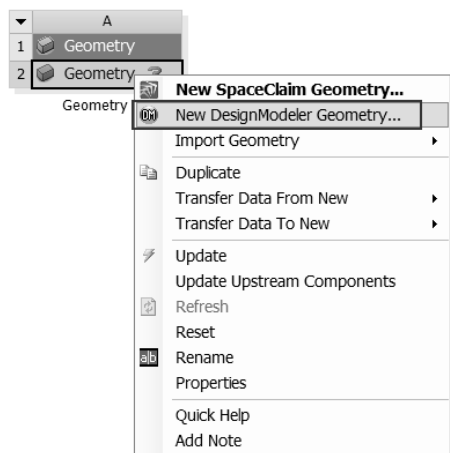

图 9-3 创建几何体
Step1：在 A2 Geometry 上右击，在弹出的快捷菜单中选择 New DesignModeler Geometry 命令，如图 9-3 所示，此时会启动 DesignModeler 平台。